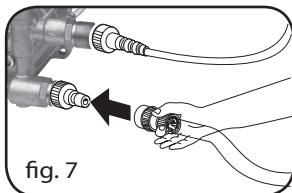

fig. 7
3. Conecte o tubo de alimentação da água à entrada da bomba (Máx. 1 MPa, temperatura máx. 40°C) (fig. 7).